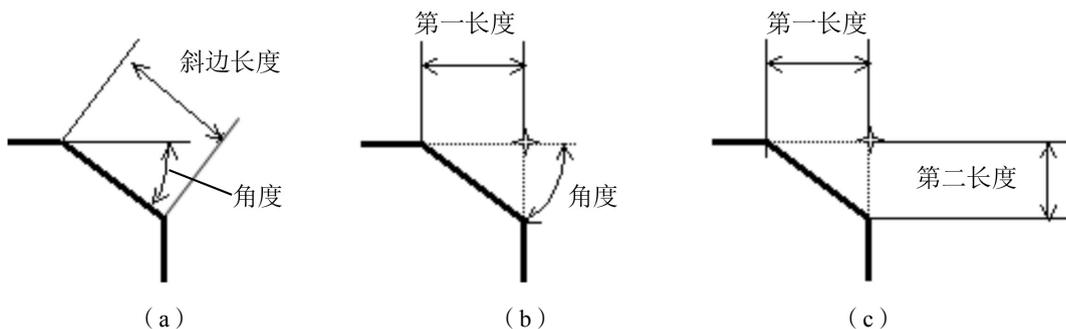

图 5-14
- 角度和斜边 ：新直线的长度及其与第一个被选对象的角度，如图 5-14 (a) 所示。
- 角度和第一长度 ：新直线与第一个被选对象的角度以及与第一个被选对象的交点到两个被选对象的交点的距离，如图 5-14 (b) 所示。
- 第一长度和第二长度 ：两个被选对象的交点与新直线交点的距离，如图 5-14 (c) 所示。